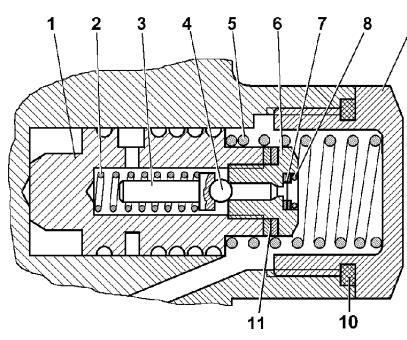

Рис. 9.29. Расходный и предохранительный клапаны насоса:
1. Отверните пробку-заглушку 9 (рис. 9.29), расположенную над выходным отверстием насоса.